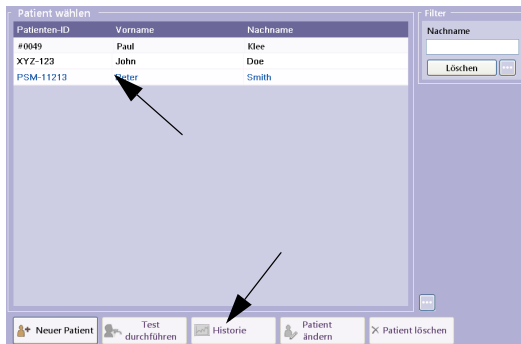

Abb. 3-35 Tests aufrufen/ausdrucken
- Klicken Sie auf **Historie** (Abb. 3-35).